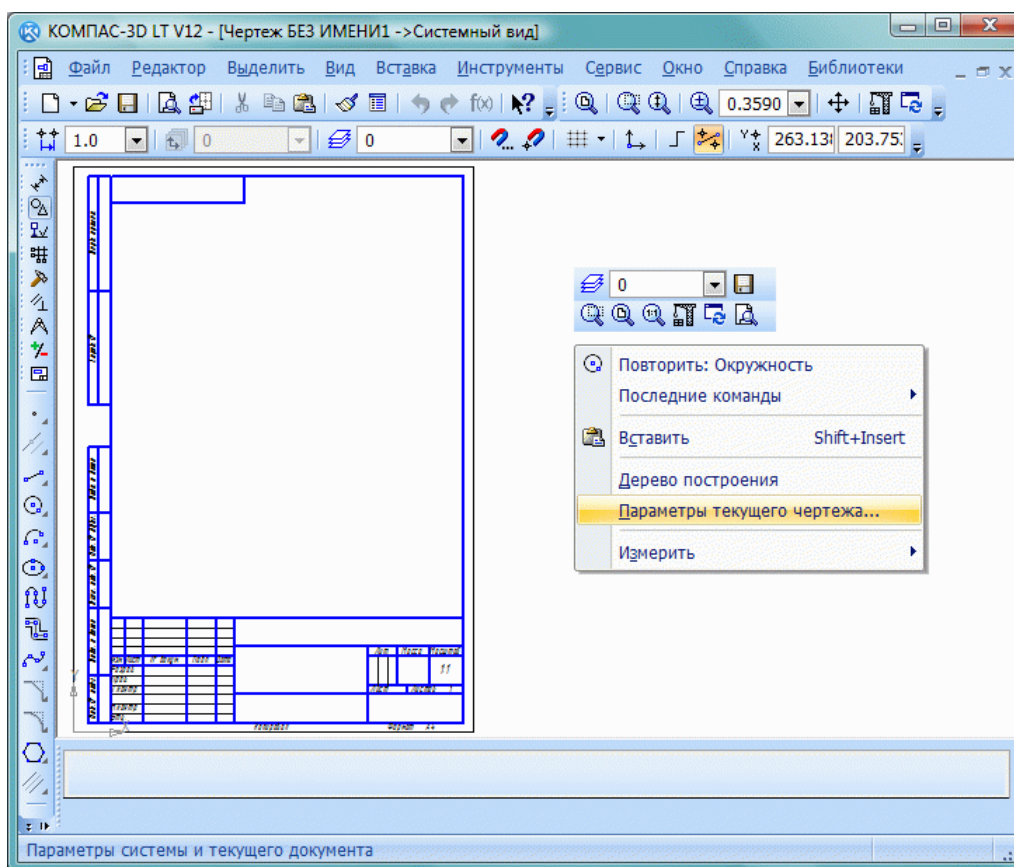

Рис. 2.2.
– на рабочем поле чертежа нажимаем правую кнопку мыши и выбираем **Параметры текущего чертежа...** или **Сервис – Параметры** (рис. 2.2);